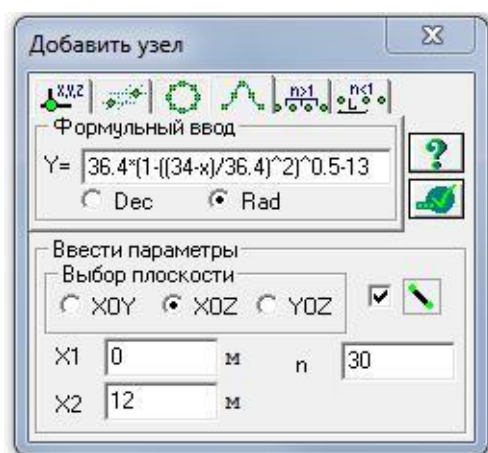

Рис. 3.6. Диалоговое окно Добавить узел
- ☐ Выберите вкладку Формульный ввод и в строках значений введите данные, как показано на рис. 3.6.